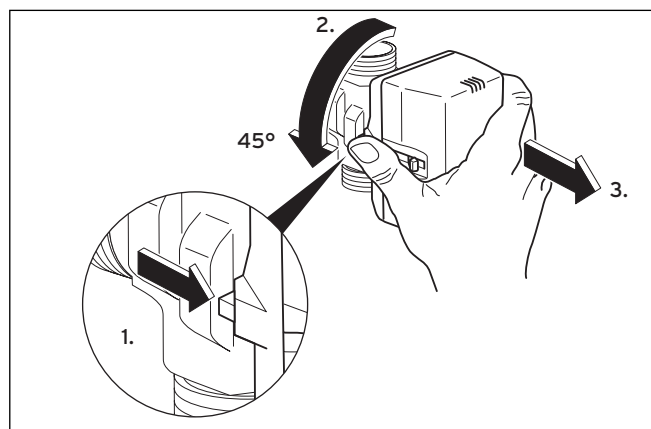

Bild 5.6 Ta bort motorhuset från brine-blandningsventilen
- Ta bort motorhuset från brine-blandningsventilens ventilhus (se bild 5.6):